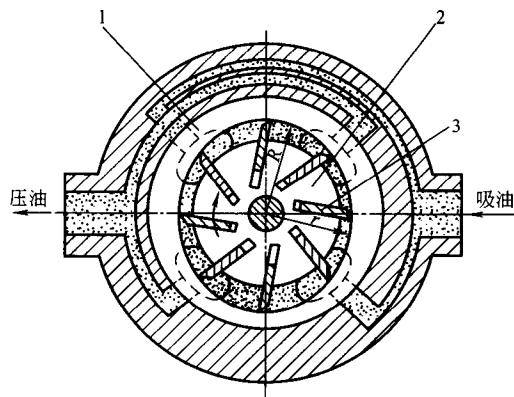

图 1-1-5 双作用式叶片泵工作原理图
2) 双作用式叶片泵。图 1-1-5 所示为双作用式叶片泵的工作原理图，也是由泵体、转子、定子、叶片、配油盘（端盖）等组成。双作用式叶片泵的吸油和压油工作原理与单作用式叶片泵相同，只是转子每回转 1 周时，每个密封容积完成两次吸油和压油，所以称为双作用式叶片泵。同样由于这种泵有两个对称设置的吸油区和压油区，作用在转子的液压力互相平衡，因此又称为卸荷式叶片泵，可以提高工作压力。由于转子与定子同轴，所以这种泵不能改变输出流量，只能作定量泵用。